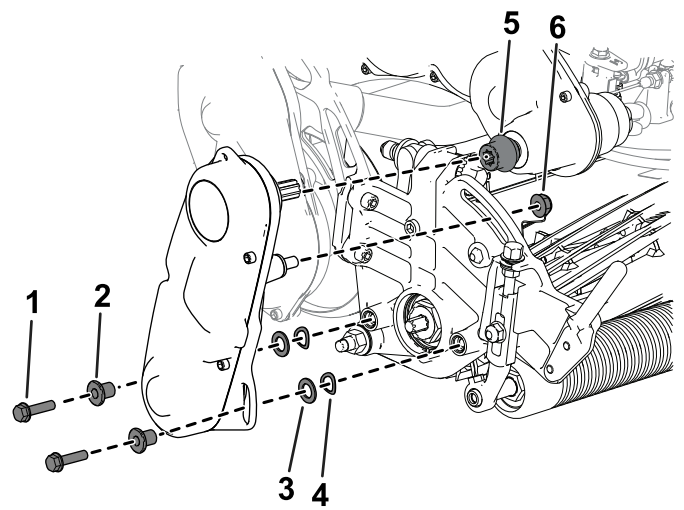

Figura 46
6. Utilice los tornillos, las arandelas y los espaciadores que retiró anteriormente para sujetar el conjunto de transmisión del molinete a la placa lateral de la unidad de corte (Figura 46).
Asegúrese de que el árbol de transmisión del molinete está instalado en el acoplamiento del árbol de transmisión (Figura 46).